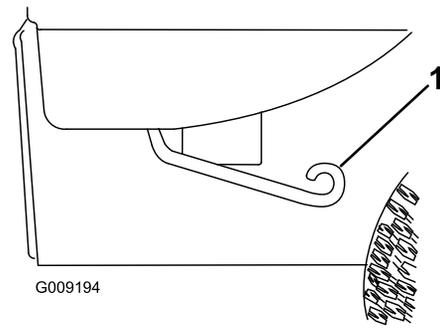

Bild 17
1. Heben Sie den Hebel an beiden Seiten der Ladepritsche an und heben Sie die Ladepritsche an (Bild 17).